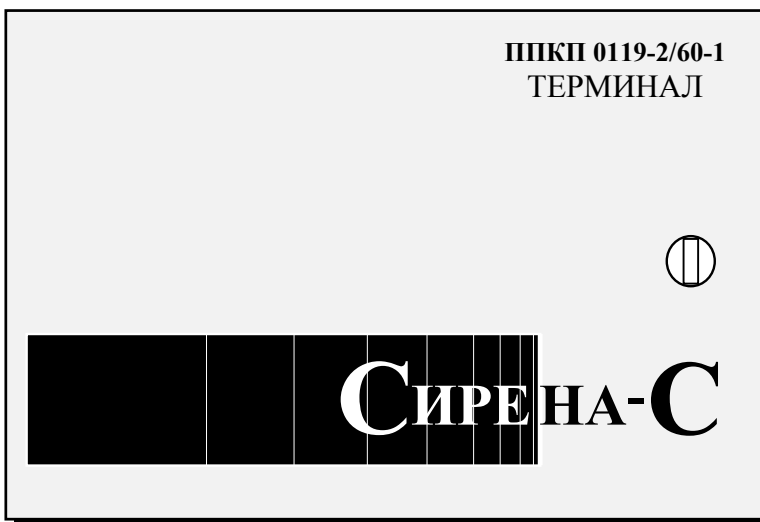

Рис. 4.2 Внешний вид Терминала
4.1.2. Конструктивно Терминал ППКП и Этажный прибор выполнены в виде законченной конструкции (см.Рис. 4.2, 4.3), состоящей из корпуса с дверкой.